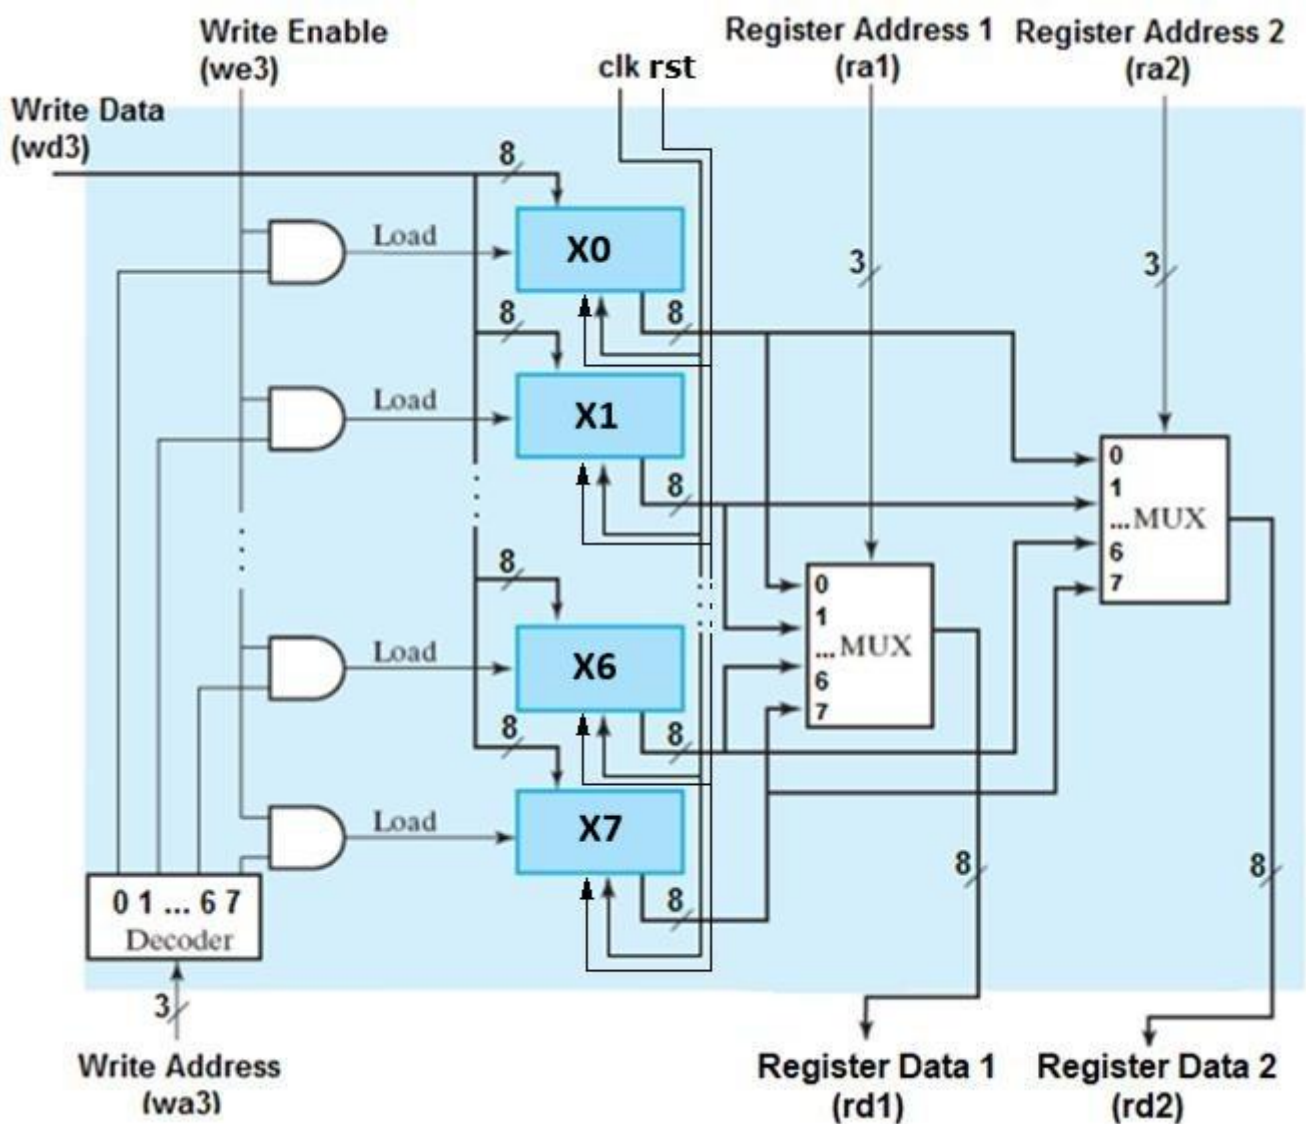

Figura 1 –Diagrama do módulo RegisterFile.
1. Faça a descrição de hardware de um módulo, denominado RegisterFile, que gere o circuito indicado na Figura 1, usando a linguagem SystemVerilog.